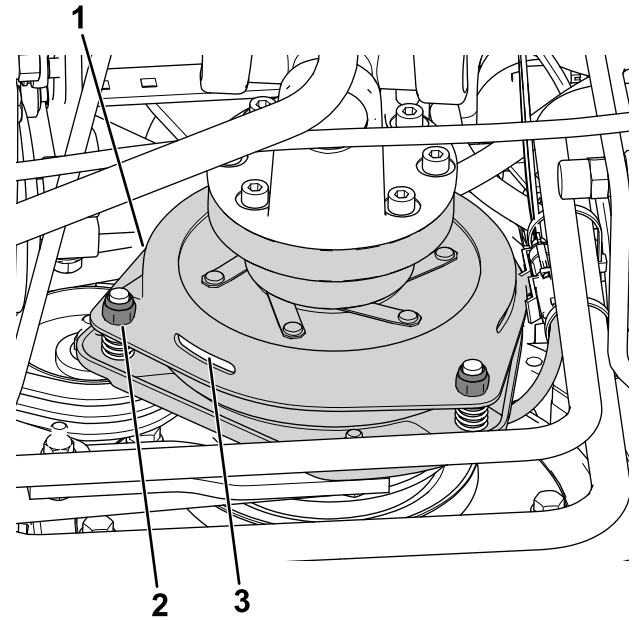

図 80
3. クラッチのライニングと摩擦プレートとの間のギャップを 0.3 mm のすきまゲージが軽い抵抗で通れるように調整する 図 80。
**注** 調整ナットを右に回すと隙間が小さくなります 図 80。整備時の隙間の最大値は 0.6 mm です。3ヶ所すべてのすき間を 0.4 mm (0.012") に調整してください。